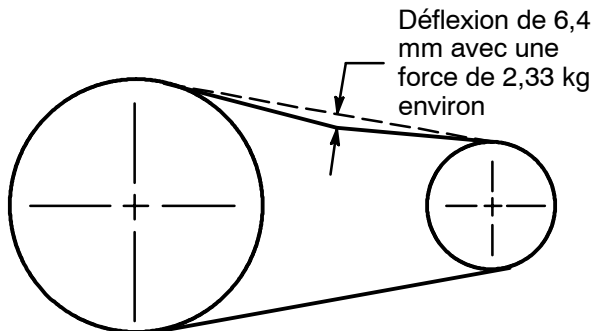
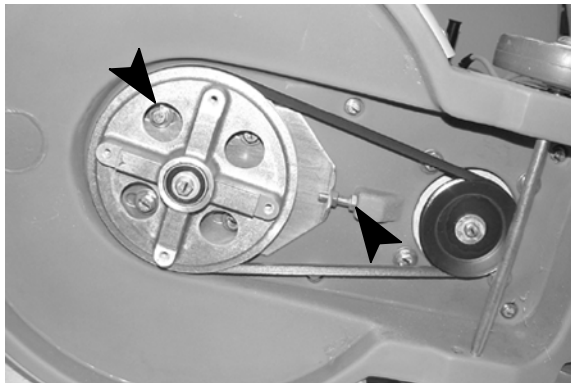

FIG. 7
FIG. 8
- Une fois par mois, vérifiez la tension de la courroie de transmission. Au centre de la courroie, celle-ci doit avoir une déflexion de 6,4 mm avec une force de 2,3 kg environ (Figure 7). Pour resserrer la courroie, retirez le pignon menant de patin et desserrez les 4 vis à tête hexagonale du support de poulie du pignon menant. Desserrez le contre-écrou sur le boulon de tension et tournez le bouton dans le sens des aiguilles d'une montre jusqu'à ce que la courroie soit ajustée correctement, puis resserrez les vis du support de poulie et le contre-écrou (Figure 8).